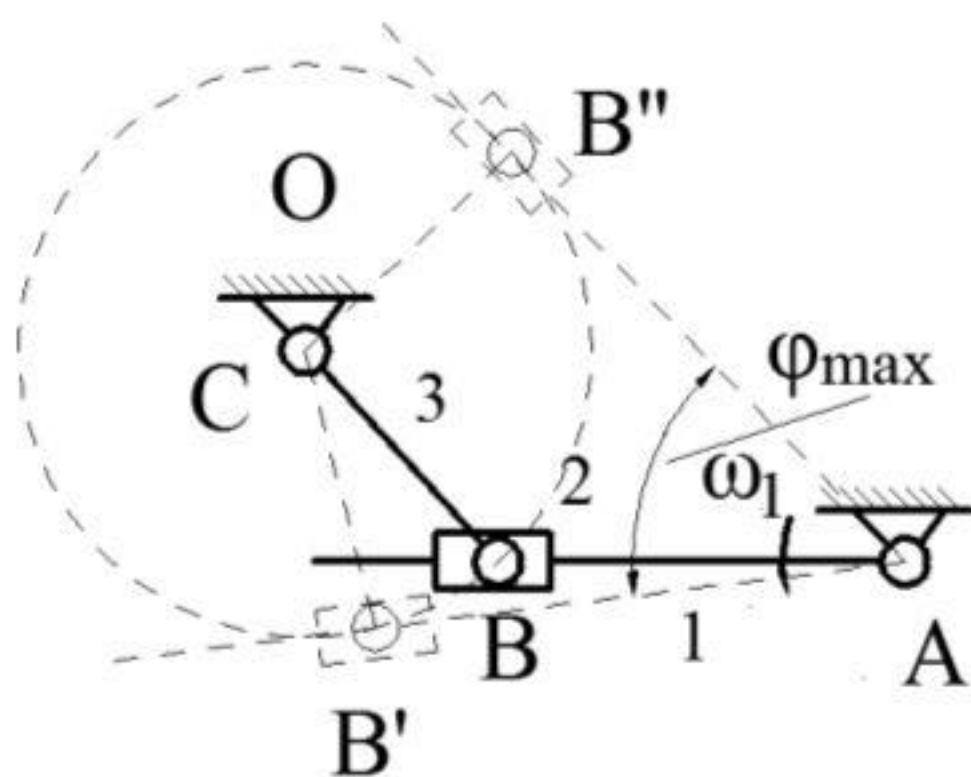

图 7-2
2、构件 1 不能相对机架 0 转动  $360^\circ$ ，由于 CB 距离小于 AB，不构成转动副条件，构件最大摆角  $\varphi_{\max}$  如右下图 7-2 所示；